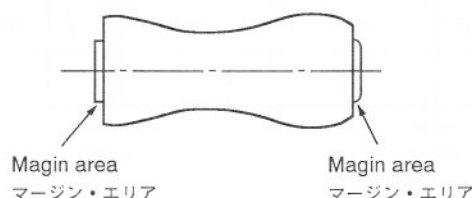

Fig. 5-4
- 2). Turn the P3 post (take-up side guide roller) clockwise using a wrench until the margin area on the envelope (take-up side) disappears, then turn the guide roller counterclockwise until the margin area reappears. (Refer to Fig. 5-4)
- 2). P3 ポスト (出側ガイドローラー) を二股レンチにて右に回し、エンベロープの出側のマージン・エリア部が無くなるまで下げ、今度はガイドローラーを左に回し、マージン・エリア部が出るまで戻す。(Fig. 5-4参照)